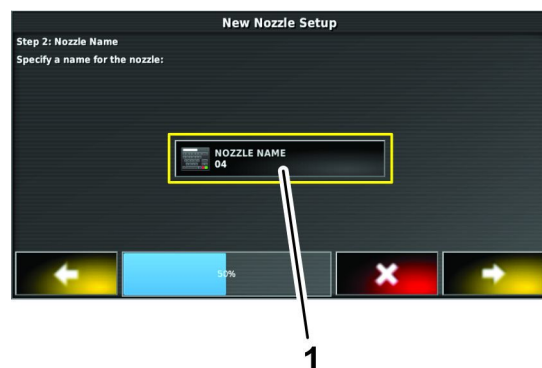

Figura 78
6. Premete l'icona NOME UGELLO (Figura 78).